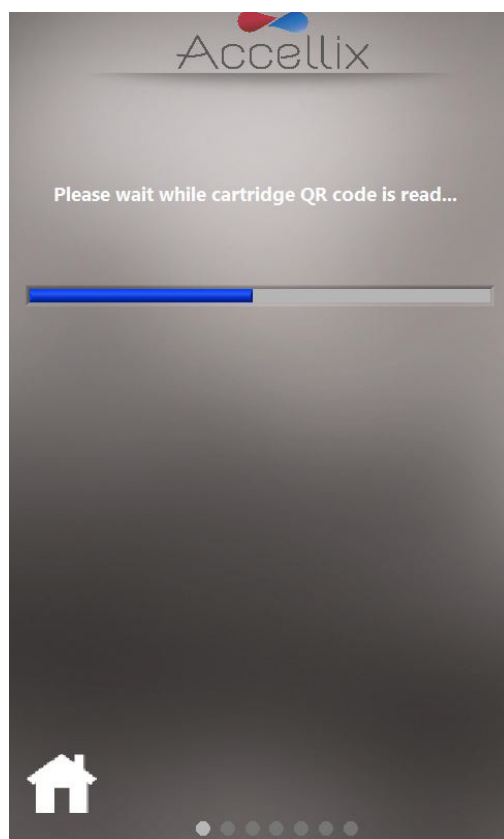

图36: 正在读取芯片二维码屏幕
5. 屏幕指示用户等待仪器读取并登记芯片上的二维码信息（图 36）。